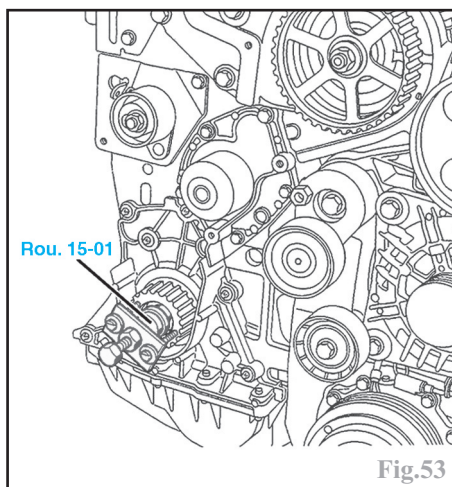
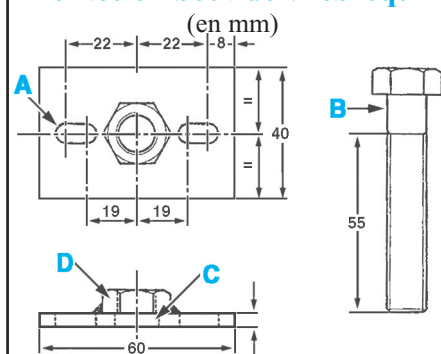

Fig.53
Fig.54
- la roue dentée de vilebrequin, si nécessaire utiliser un extracteur approprié (Fig.53) (voir cotes de réalisation, Fig.54) et une entretoise appropriée (par exemple outil Renault **Rou. 15-01**).